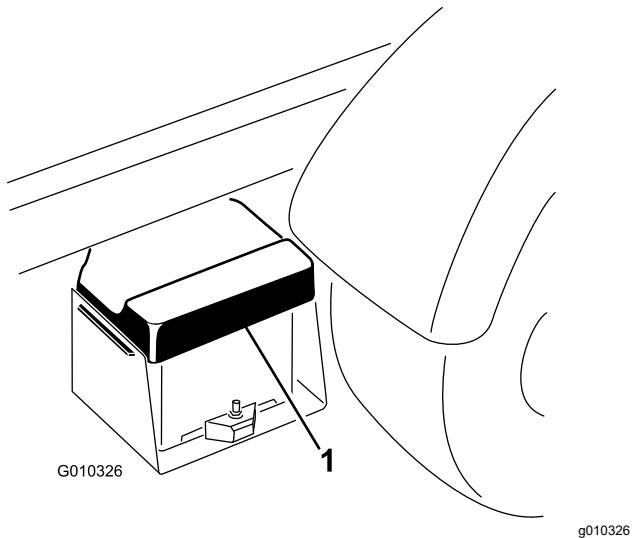

Figura 41
- Apriete la tapa de la batería para liberar las pestañas de la base de la batería, y retire la tapa de la batería de la base de la batería (Figura 41).